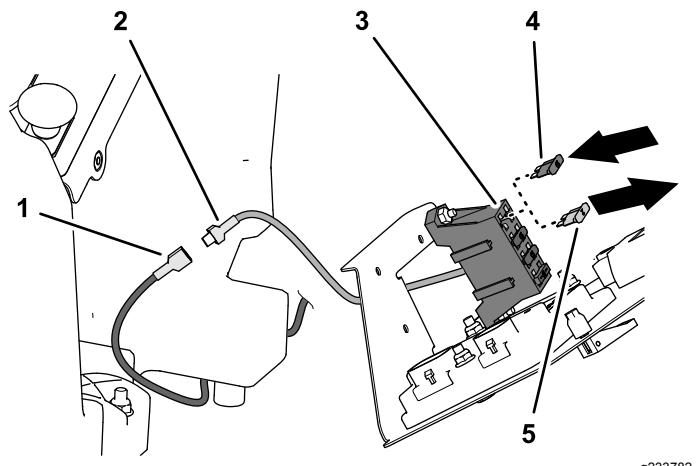

図 41
2. ワイヤハーネスキットの補助電源ワイヤ緑色の絶縁被覆をオペレータコントロール部に導く図 41。
3. ヒューズブロックで図 41、以下のワイヤペアを接続する
4. ヒューズブロックにヒューズ 10 Aを取り付ける図 41。